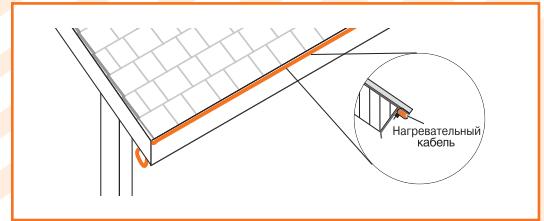

Рис.3.11 Укладка кабеля по схеме «капающая» грань
- по схеме «капающая» грань рис.3.11.